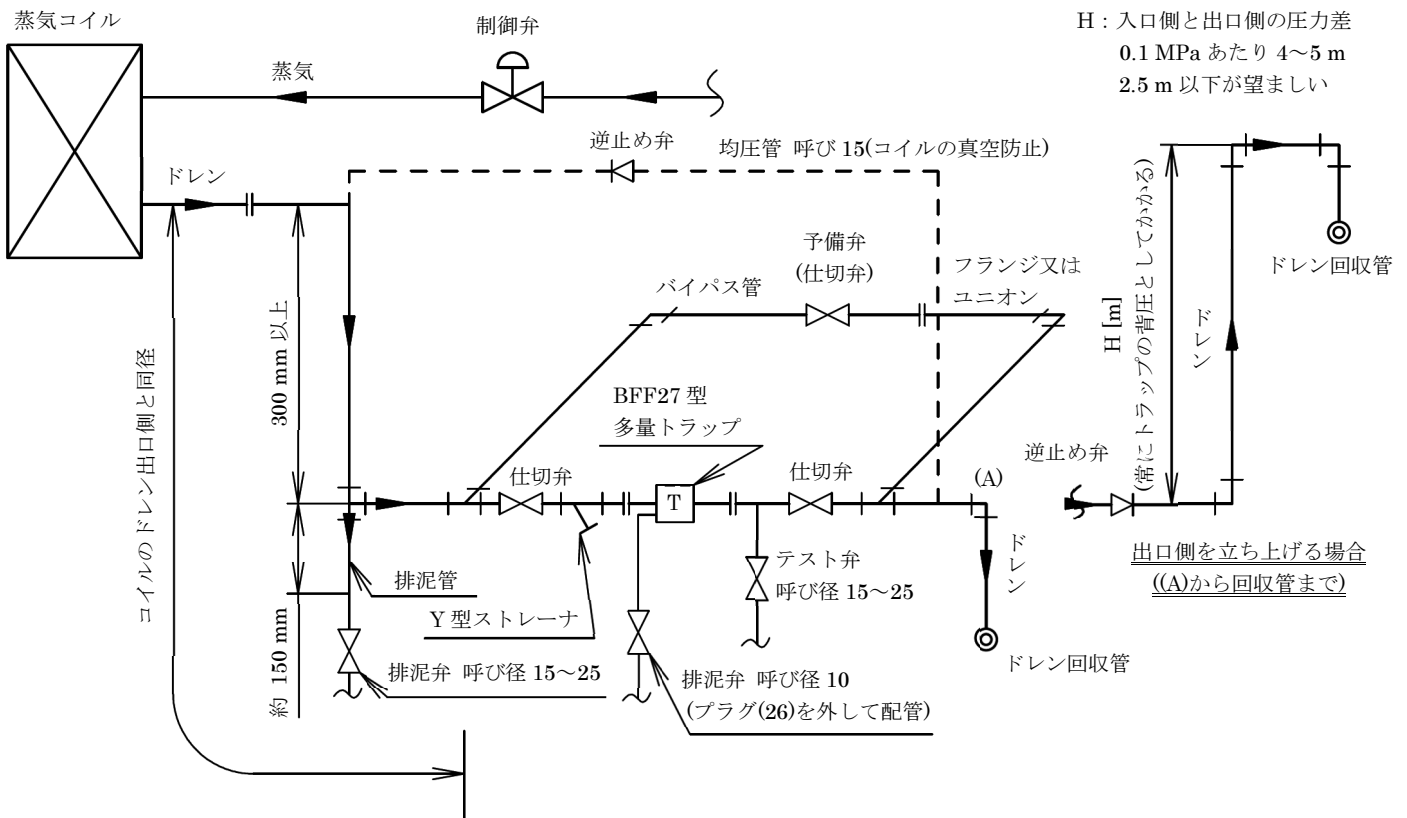

図 2 配管例図
● 配管に際しては、図2に示すように必ずY型ストレーナ及び予備弁を取り付けてください。また塵埃を抜き取るための排泥弁、作動確認のためのテスト弁等の取り付けも計画してください。 ● トラップを取り付ける前に配管内の清掃を十分実施してください。 ● トラップはふたに鋳出してある矢印とドレンの流れ方向を必ず一致させてください。 ● 接続がねじ込み形の場合、過剰なねじ込みは避けてください。弁箱が破損する可能性があります。 ● 最高使用圧力及び最高使用温度以上で御使用になると、フロート及びNメンブレンが破損することがありますので、圧力及び温度は最高使用値以上にならないよう注意してください。
- 4.1 配管に際しては、図 2 に示すように必ず Y 型ストレーナ及び予備弁を取り付けてください。また塵埃を抜き取るための排泥弁、作動確認のためのテスト弁等の取り付けも計画してください。